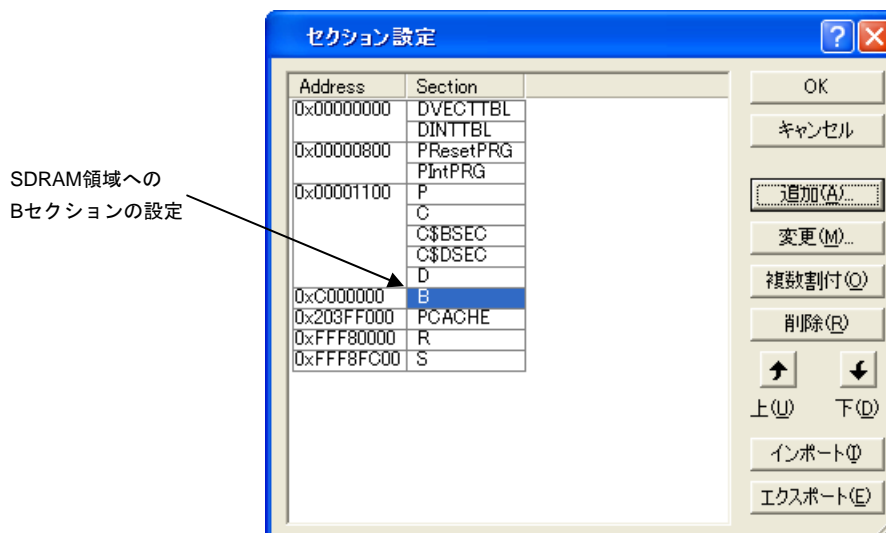

図5.3.18 セクション変更②
- (2) [セクション設定]ダイアログボックスにて、図 5.3.18に示すようにBセクションをSDRAM領域に設定します。